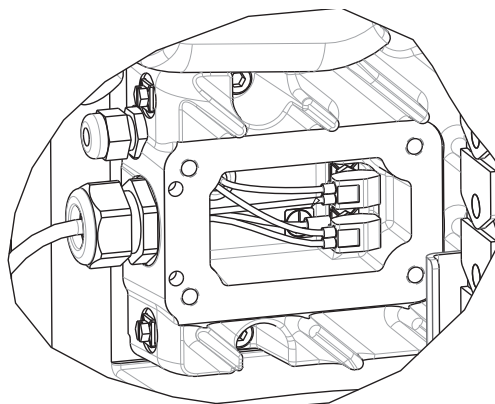

ABB. 38: Kabel im Antriebsgehäuse
- a. Bei Verwendung eines Einzel-Ram-Zufuhrsystems den Trennschalter (AZ) ausschalten.
- b. Bei Verwendung eines Tandem-Ram-Zufuhrsystems den roten Trennschalter (AZ) nur an der Ram-Versorgungseinheit ausschalten, an der der Antrieb entfernt wird.
4. Stromversorgung vom Antrieb (AB) trennen:
- a. Antriebsgehäuseabdeckung (HC) abnehmen.
- b. Die Kabel im Antriebsgehäuse trennen. Siehe ABB. 38.